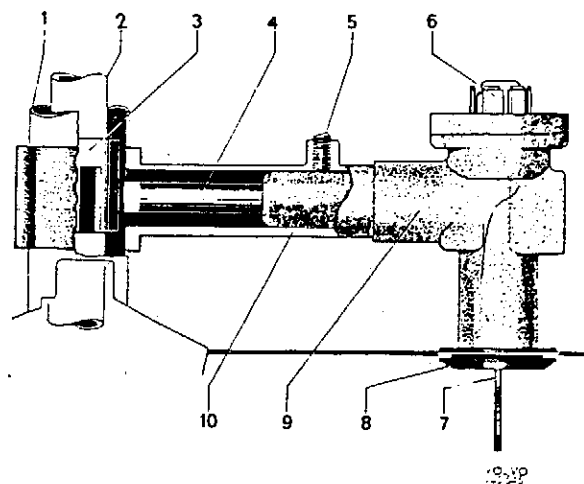

Abb. 45 Lenkradschloß, 1800
3. Abreißschraube (5, Abb. 45) ausbohren. Dazu eine Winkelbohrmaschine und einen Bolzenauszieher verwenden (Schraubendurchmesser: 8 mm).
4. Gummibuchse (8) eindrücken und das Lenkradschloß (9) herausnehmen.
5. Neues Schloß mit Gummibuchse einsetzen. Abreißschraube (5) so weit eindrehen, bis diese etwas zu spannen beginnt. Schließ- und Riegelfunktion des Schlosses überprüfen.
7. Schraube (5) anziehen, bis der Schraubenkopf abreißt.